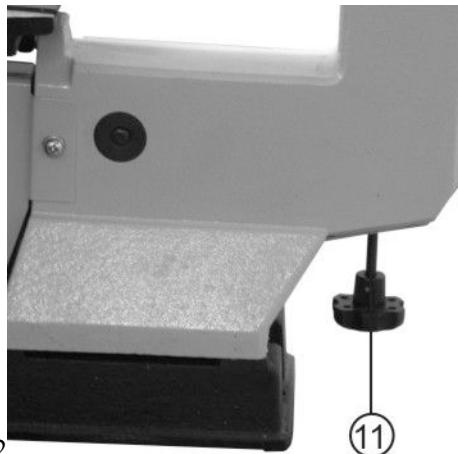

Рис.2
- 9.1. Ослабьте натяжение пильного полотна поворотом винта регулировки натяжения пильного полотна (11) на два оборота против часовой стрелки, Рис.2.
- 9.7. Когда пильное полотно вставлено в держатели, его надо правильно натянуть. Для этого повернуть винт регулировки натяжения пильного полотна (11), Рис.2, по часовой стрелке, пока не почувствуете, что прогиб пильного полотна устранен. Проверьте еще раз, чтобы убедиться, что штифты пильного полотна установлены правильно сверху и снизу в держателях пильного полотна.